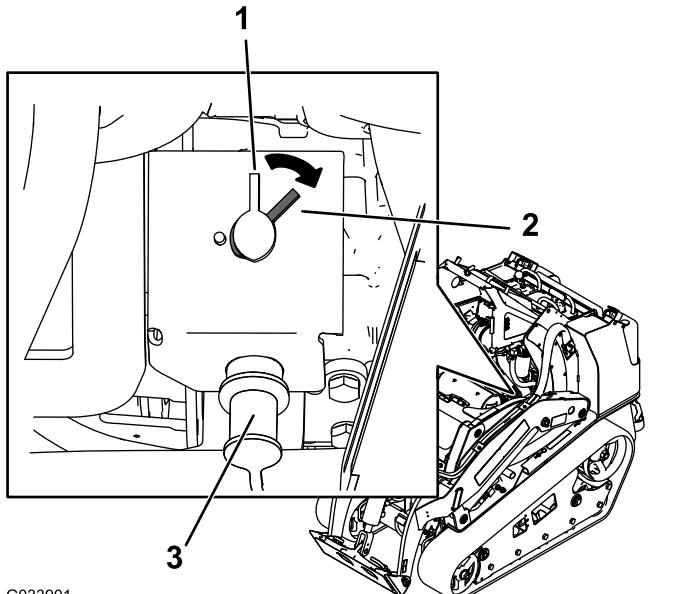

図 50
- 電気系統に通電を行うには遮断スイッチ右に回して ON 位置にする図 50。
- 電気系統への通電を遮断するには遮断スイッチ左に回して OFF 位置にする図 50。